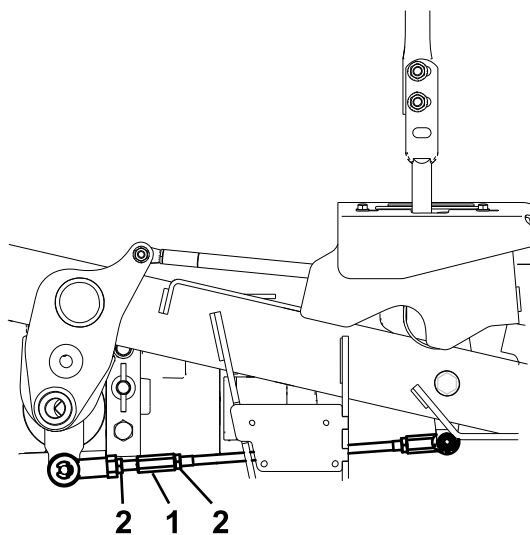

Figura 68
9. Ajuste la longitud de las varillas de control de las bombas girando las tuercas dobles de la varilla en el sentido apropiado, hasta que las ruedas se muevan ligeramente en marcha atrás (Figura 68).